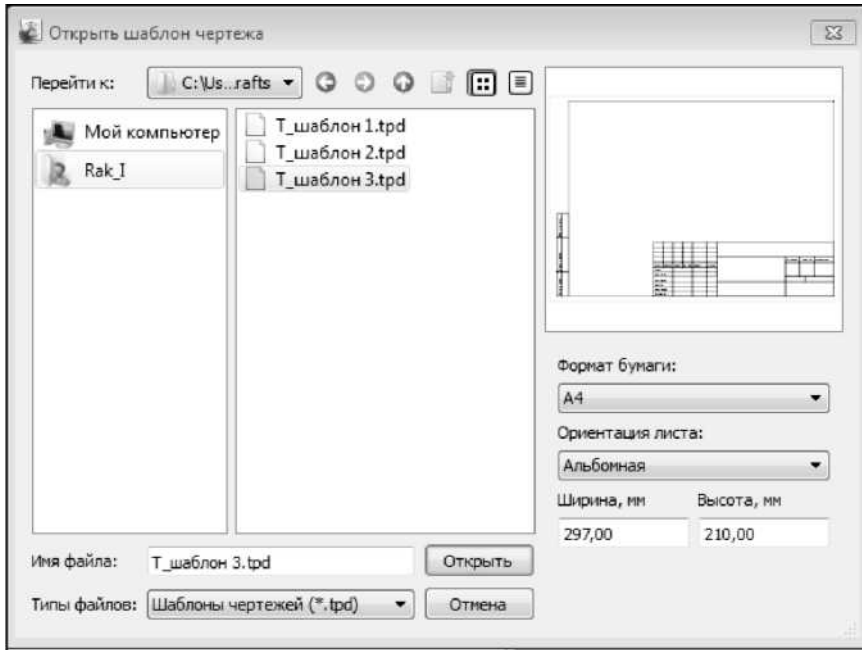

Рис. 11.6
5.1. В открывшемся окне Открыть шаблон чертежа установите формат бумаги А4 и выберите любой шаблон (рис.11.6).